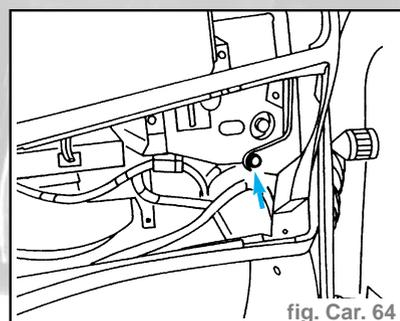

fig. Car. 64
- En opérant du côté Droit du tableau de bord, dévisser la vis indiquée (fig. Car. 64).